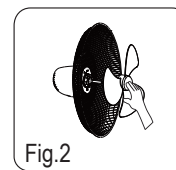

Fig.2
3. Montera fläktvingen på motorfläktaxeln. (Fig. 2)